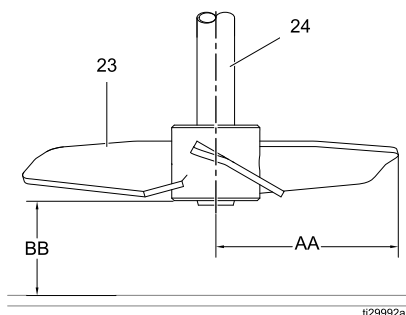

Figure 3 Installation der Schaufel
- a. Für die Flanschmontage: Im Abschnitt Modelle 25C454 und 25C463, page 16 finden Sie Angaben zur Bezeichnung der Teile. Dichtung (20) und Lagergehäuse/Flanschverbindung (A) auf der Behälterabdeckung positionieren. Unterlegscheiben, Montagebolzen und Muttern anbringen (nicht im Lieferumfang enthalten). Gut festziehen.
- b. Für die Schnellspann-Flanschmontage: Im Abschnitt Modelle 25C453, 25C575, 25C464, 25C576, page 18 finden Sie Angaben zur Bezeichnung der Teile. Lagergehäuse/Flanschverbindung (A) oben auf der Schnellspann-Dichtung (nicht im Lieferumfang enthalten) und dem vorhandenen Schnellspann-Flansch auf dem Behälter positionieren. Mit der Klemme (nicht im Lieferumfang enthalten) anbringen und fest anziehen.
- c. Für den Druckbehälter: Im Abschnitt Modelle 25C462, 25C470, 25C471, 25C465, 25C472, 25C473, page 20 finden Sie Angaben zur Bezeichnung der Teile. Dichtung (21) und Lagergehäuse/Flanschverbindung (A) auf der Behälterabdeckung positionieren. Mit der Sicherungsscheibe (32) und der Mutter (22) anbringen und sichern. Fest anziehen, um zu verhindern, dass sich die Verbindung dreht.
2. Haltering (6) in die in der Rührwerkswelle eingearbeitete Nut (24) anbringen.
- Das Laufrad (23) (siehe Abbildung 3) auf die Welle (24) schieben, damit die Schaufel beim Drehen in Uhrzeigerichtung (von oben gesehen) das Material nach unten drückt. Für das Anbringen des Laufrads kann die Welle im Lagergehäuse nach oben und unten bewegt werden.
- Das Laufrad nach Bedarf entlang der Welle positionieren: Der Abstand von Behälterboden bis zur untersten Laufradschaufel (BB) sollte etwa die Hälfte bis zum Anderthalbfachen des Laufradschaufeldurchmessers ausmachen (Schaufeldurchmesser ergibt sich, indem der Abstand von der Spitze der Schaufel zur Mitte der Welle (AA) mal zwei multipliziert wird).